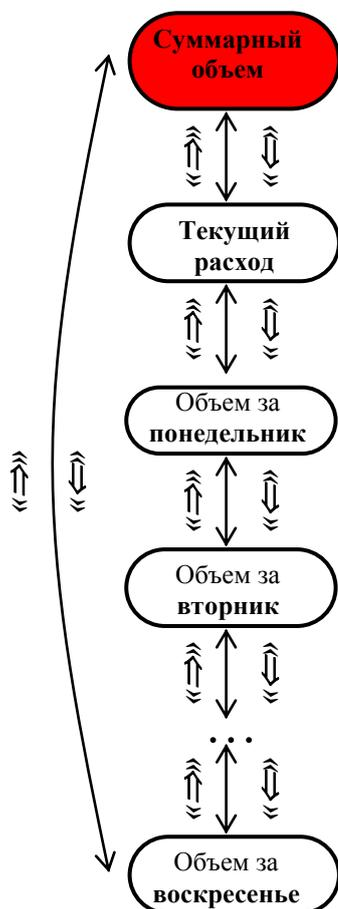

Рис. 6. Основное меню БИТТ-01.
1.5.1.2. Пункты основного меню и переходы между ними отражены на рис. 6.
Пункт меню «Суммарный объем жидкости» (выделен цветом на рис. 6) отображается по умолчанию при подаче питания на блок, а также при нажатии клавиши «ESC». Переход к отображению суммарного объема производится также при выборе любого другого подпункта меню и отсутствии нажатий на клавиши в течение 10 мин и более.